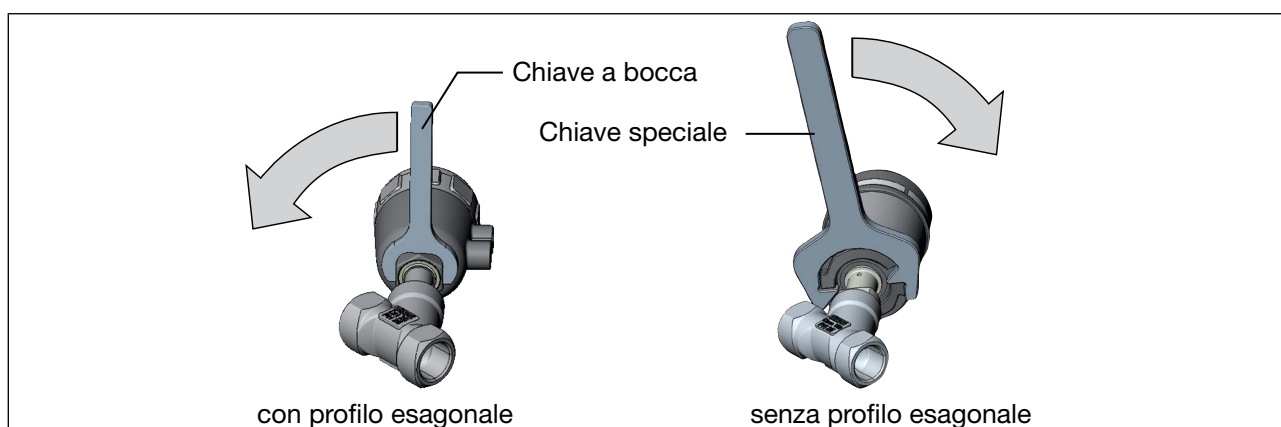

Figura 30: Rotazione con chiave speciale o chiave a bocca
► Ruotare il modulo attuatore solo nel verso specificato (cfr. "Figura 30").